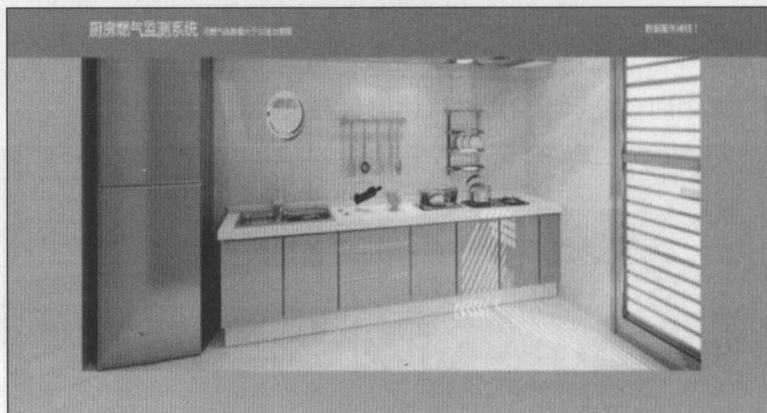

图 3.27 厨房燃气检测系统 Web 端
(1) 根据实际硬件平台修改代码中传感器节点的 IEEE 地址、智云服务器地址（若在局域网内使用，则设置为智云 Android 开发平台的 IP）和智云 ID/KEY。
(2) 设置计算机接入到互联网或者与智云 Android 开发平台设备在同一个局域网内。用谷歌浏览器（或者支持 HTML5 技术的 IE10 以上版本浏览器）运行“CombustibleDemo-Web\CombustibleDemo.html”，进入厨房燃气检测界面，在主界面右上角显示“数据服务连接成功！”消息后即表示链接到智云服务中心，并显示当前的可燃气体浓度值，如图 3.27 所示。